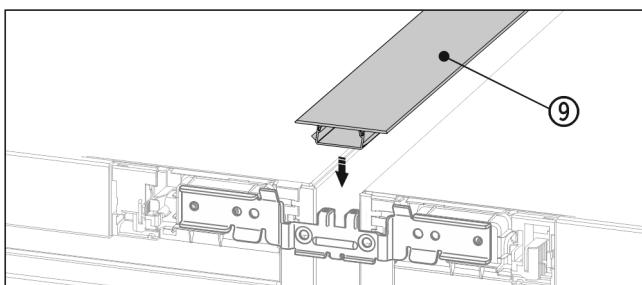

Fig. 20 *
- ▶ 在表面，将短护板条 Fig. 20 (9)压入水平缝隙中。*